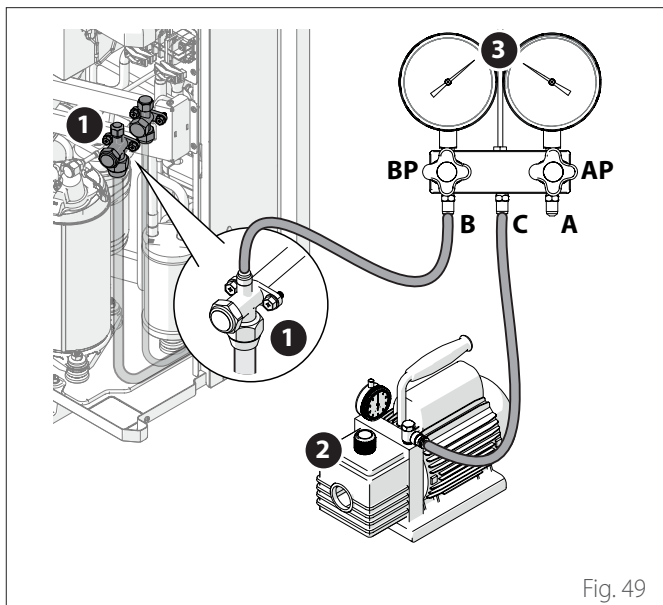

Fig. 49
- Collegare le tubazioni come indicato in figura "Fig. 49".
- Aprire leggermente per qualche secondo la valvola di arresto **(1)** e richiuderla ("Fig. 49").